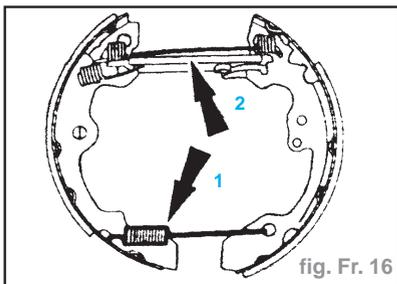

fig. Fr. 16
- Déposer le ressort de rappel inférieur (1) et le ressort de rappel supérieur (2) (fig. Fr. 16).
- Poser le ressort de rappel supérieur et le ressort de rappel inférieur (fig. Fr. 16).